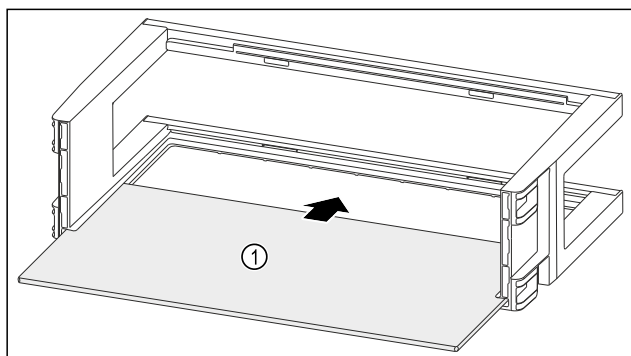

Fig. 121
- Insérer la tablette de rangement Fig. 121 (1) dans les évidements latéraux.